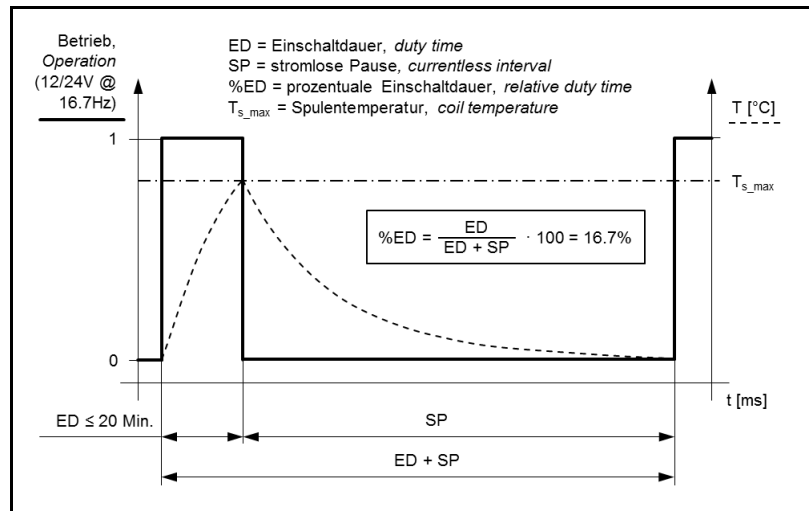

Fig. 8: *Einschaltdauer im Kurzzeitbetrieb*
Damit die zulässige Spulentemperatur ($T_{s,max}$) nicht überschritten wird, darf die Pumpe bei 16.7 Hz nicht länger als 20 Minuten betrieben werden. Anschliessend muss während 100 Minuten eine stromlose Pause (SP) folgen. Bei kürzerer Betriebsdauer mit 16.7 Hz verkürzt sich die stromlose Pause proportional. Daraus ergibt sich für den Kurzzeitbetrieb bei 16.7 Hz ein %ED von maximal 16.7 % (siehe Fig. 8: *Einschaltdauer im Kurzzeitbetrieb*, Seite 15).